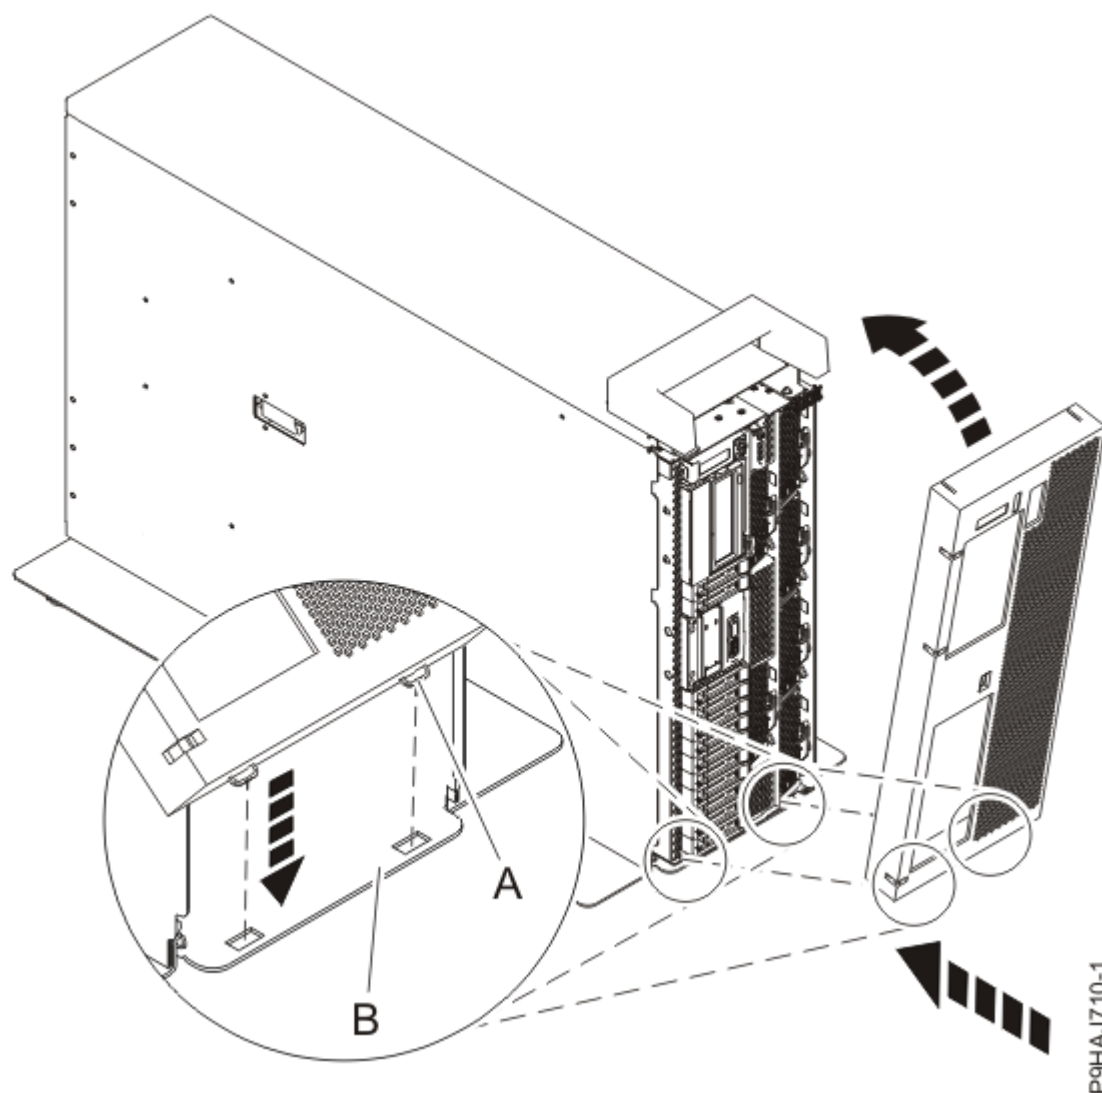

Figura 36. Instal·lació de la coberta i la porta frontals
- b) Alineeu la coberta fins que les dues pestanyes de la coberta (**A**) quedin col·locades dins les ranures de la placa base (**B**), tal com es mostra a la Figura 36 a la pàgina 38.